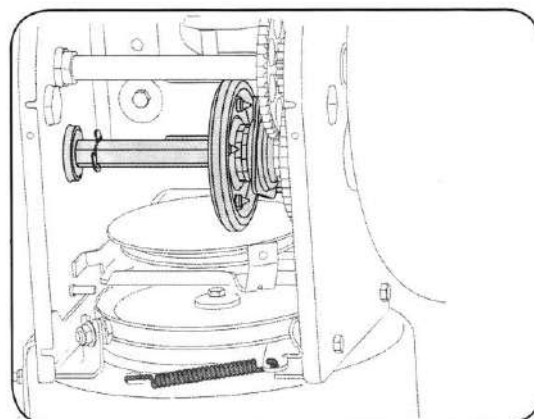

Figure 11
2. Appliquez une légère couche de graisse tout temps sur l'arbre hexagonal. Voir la figure 11